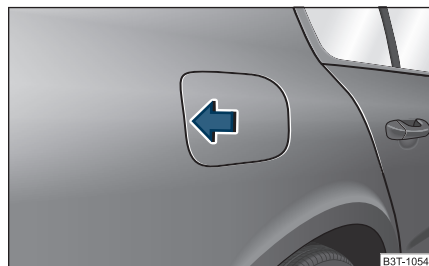

Abb. 198 Fahrzeugseite hinten rechts: Tankklappe öffnen
- Drücken Sie auf die linke Seite der Tankklappe ⇒ Abb. 198.